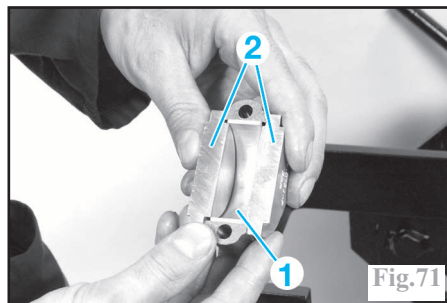

Fig.71
Monter dans leur chapeau, les coussinets (1) huilés suivant la classe déterminée pour chaque maneton. Ils doivent parfaitement être centrés sur la bielle et le chapeau. Utiliser pour cela l'outil (2) (PSA 0194.P) (Fig.71).